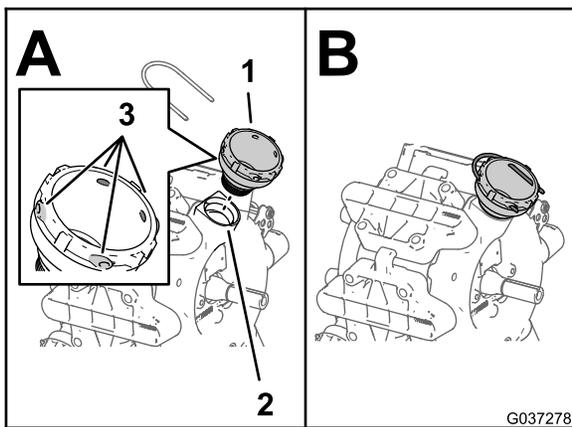
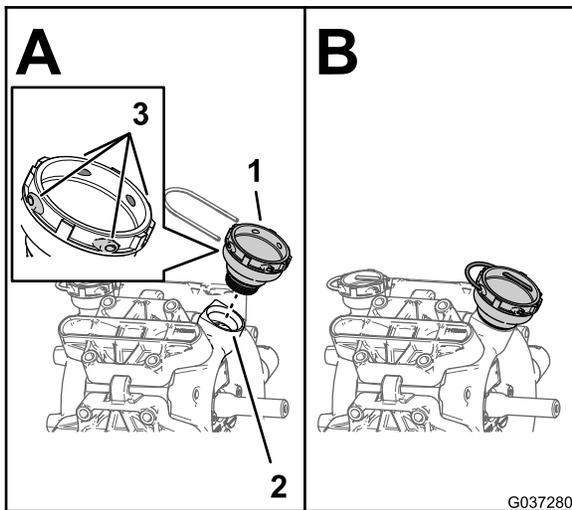

Figure 7
Figure 8
6. Montez le raccord de 1 1/2" (38,1 mm) dans l'orifice de retour de la pompe (Figure 7 ou Figure 8).